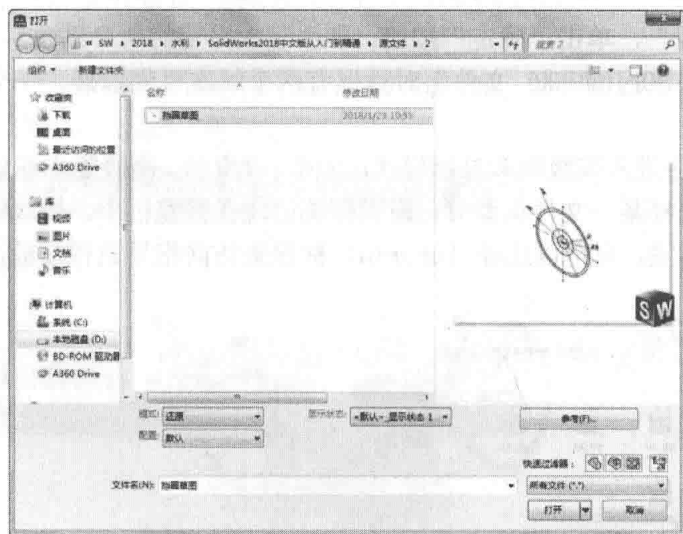

图 1-5 “打开”对话框
2) 选择文件类型。此时系统弹出如图1-5所示的“打开”对话框。在对话框中的“文件类型”下拉菜单用于选择文件的类型，选择不同的文件类型，在对话框中会显示文件夹中对应文件类型的文件。选择“预览”选项，选择的文件就会显示在对话框中“预览”窗口中，但是并不打开该文件。